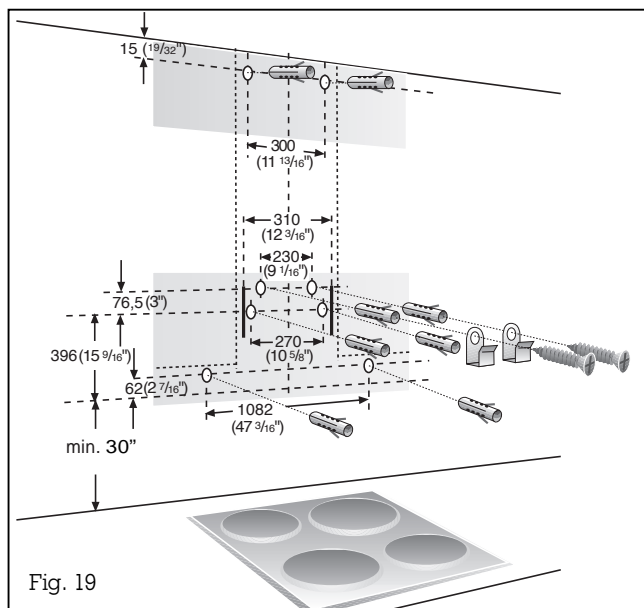

Fig. 19
- A l'aide du gabarit de perçage, marquez les positions des vis sur le mur. Cela facilitera la fixation (fig. 19).